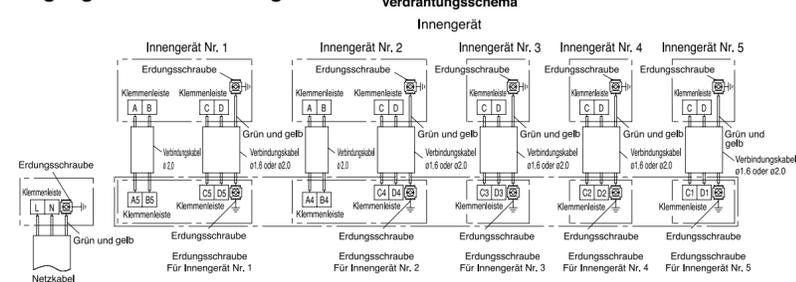

Abb. 3-1 Außengerät
- (1) Endblöcke, um die Innen- und Außenkabel zu verbinden, sollte installiert werden, von der rechten Seite, in einer Folge 1, 2, 3, 4, 5 anfangend; im Anschluss an den system gezeigt im Diagramm.
- (2) AB Terminals in den Endblöcken verbunden zur Einheit No 4 und Einheit No 5 sind für AC 220V ~ 240V Energieversorgungs verbindungsgebrauch. Bezüglich jener Inneneinheiten mit integrierten Hochspannungsmotoren, die elektrisch bedient werden; die Signallinie (CD-Linie) sollte nicht verbunden werden. Jeder möglicher Anschluß der Leitungssignale beschädigt die Innenleiterplatte der Maßeinheit. Die vier ABCD Terminals werden für jene Inneneinheiten mit integrierten Hochspannungsmotoren dafür entworfen. Die Installationsinstruktionshandbücher, die zusammen mit den Inneneinheiten gepackt sind, sollten für ausführliche Instruktionen befragt werden. Ein Band, das an den AB Terminals angebracht wird, um Beweis falsche Verbindungen zu verwechseln, sollte vor dem Durchführen der Verbindung entfernt werden. Nur 2 Terminals (CD) werden für normale Inneneinheiten zur Verfügung gestellt. Bezüglich jener Inneneinheiten, die keine integrierten Hochspannungsmotoren installiert haben, No 4 oder No 5, Gebrauch nur die CD-Terminals verbindend, und AB Terminals nicht verbindend.
- (3) Die elektrische Verdrahtung gemäß Abb. 3-1 zwischen dem Innengerät und dem Außengerät anschließen. Niemals die elektrische Verdrahtung falsch ausführen. Eine falsche Verbindung wird die Einheit veranlassen, richtig nicht zu funktionieren, und kann Funktionsstörung verursachen.
- (4) Das Verbindungskabel muss durch das Band am Anschlussklemmbrett befestigt werden.